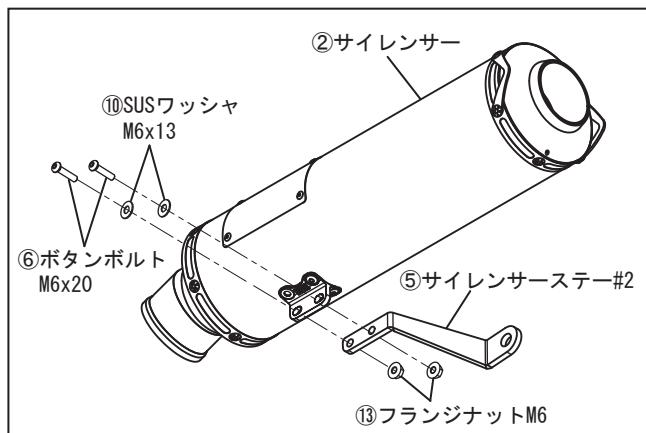

FIG. 12
9. ②サイレンサーに⑤サイレンサーステー#2を⑥ボタンボルトM6×20と⑩SUSワッシャM6×13、⑬フランジナットM6を使用して仮締めして下さい。（FIG. 12, 13参照）